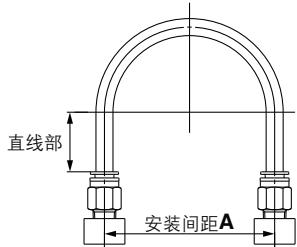

图1 推荐配管图
- ① 在快换接头上配管时，请按图1推荐的配管条件，使用管长有裕量的管子进行配管。